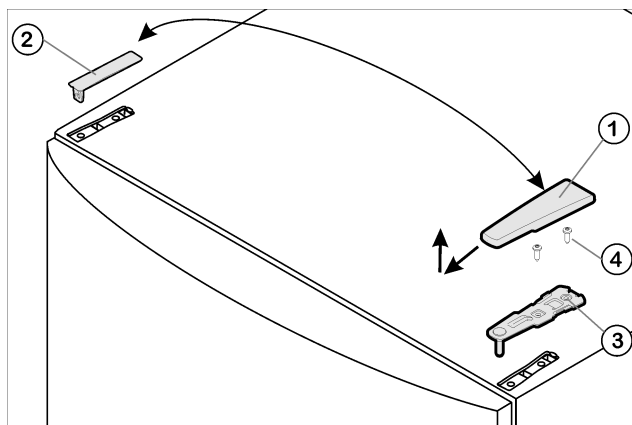

Fig. 4
- Kryt Fig. 4 (1) stáhněte dopředu a nahoru.
- Kryt Fig. 4 (2) zvedněte.
- Horní stojan ložiska Fig. 4 (3) odšroubujte (2 krát Torx® 25) Fig. 4 (4) a stáhněte nahoru.
- Horní stojan ložiska Fig. 4 (3) vložte na nové straně závěsu do dvířek.
- Horní stojan ložiska **příšroubujte (s 4 Nm)** (2krát Torx® 25) Fig. 4 (4). Díry pro šrouby případně předem propíchněte nebo použijte akumulátorový šroubovák.
- Kryt Fig. 4 (1) a kryt Fig. 4 (2) vždy na opačné straně zvenku nasadíte a zaklesnete.